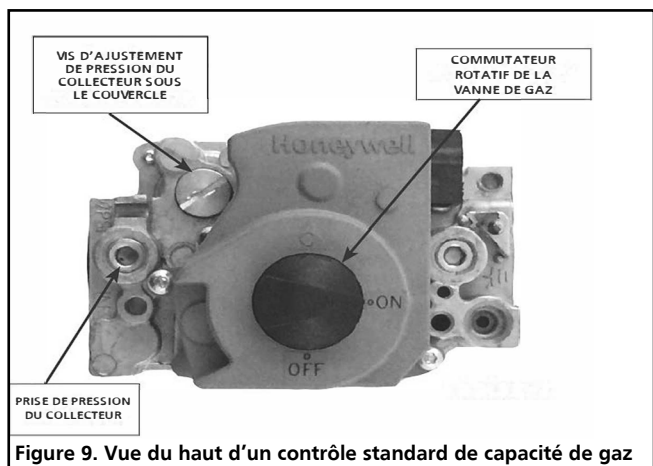

Figure 9. Vue du haut d'un contrôle standard de capacité de gaz
- Retirer la vis du couvercle d'ajustement de la flamme pilote. Se référer à la Figure 9.